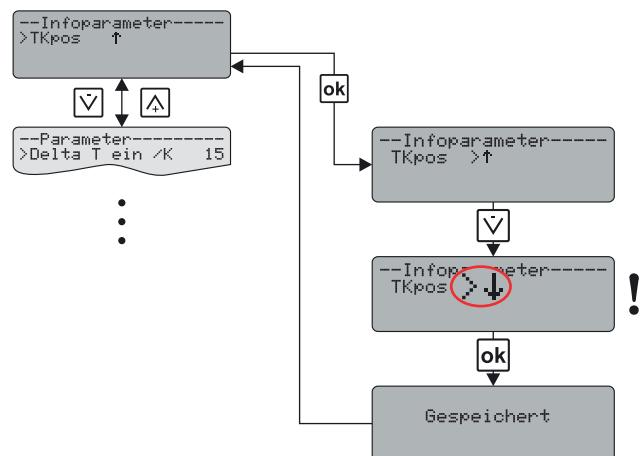

Bild 6-8 Einstellung Parameter "TKpos" bei Einbauposition Kollektortemperaturföher "Unten"
- Wenn der Kollektortemperaturföher für DrainBack-Anlagen entsprechend der Montageanleitungen am Kollektor unten montiert wurde, muss der Parameter "TKpos" unbedingt auf "↓" umgestellt werden (siehe Bild 6-8).